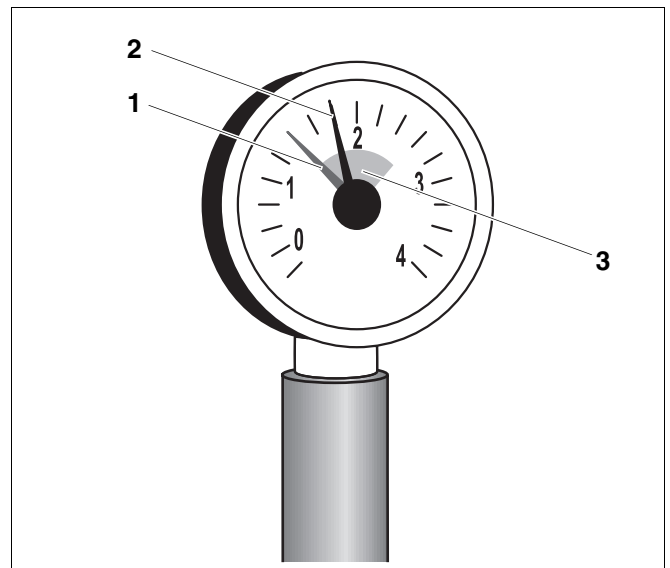

Abb. 5 Manometer für geschlossene Heizungsanlagen
Bei geschlossenen Heizungsanlagen muss der Manometerzeiger (Abb. 5, **Pos. 2**) innerhalb der grünen Markierung (Abb. 5, **Pos. 3**) stehen. Der rote Zeiger (Abb. 5, **Pos. 1**) des Manometers muss auf den für die Heizungsanlage erforderlichen Druck eingestellt sein.
- Wenn der Manometerzeiger (Abb. 5, **Pos. 2**) die grüne Markierung (Abb. 5, **Pos. 3**) unterschreitet, dann ist der Wasserdruck der Heizungsanlage zu gering. Füllen Sie die Heizungsanlage mit Ergänzungswasser auf (siehe Kapitel 3 „Richtiges Füll- und Ergänzungswasser verwenden“, Seite 7).